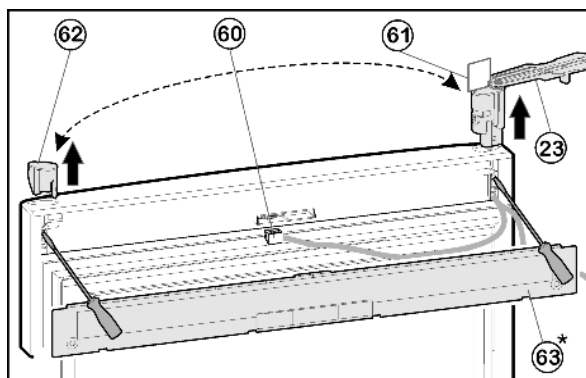

Fig. 11
- ▶ Afdekking *Fig. 11 (63)* aan de deur met schroevendraaier uit laten klikken.
- ▶ Stekker *Fig. 11 (60)* uittrekken.
- ▶ Aan de bovenste deur lagerbus *Fig. 11 (23)* naar buiten draaien, evenwijdig met de rand van de deur.
- ▶ Lagerbus *Fig. 11 (23)* met behulp van een schroevendraaier van beneden uitschuiven en compleet met de kabel uit de deur verwijderen.
- ▶ Stoppen *Fig. 11 (62)* met een schroevendraaier langs onderen uitschuiven en op de andere kant omzetten.
- ▶ Het snoer van de lagerbus *Fig. 11 (23)* op de andere kant inrijgen en de lagerbus plaatsen.
- ▶ Sjablonen *Fig. 11 (61)* afnemen en in de lagerbus bevestigen.
- ▶ Stekker *Fig. 11 (60)* insteken.
- ▶ Afdekking *Fig. 11 (63)* aan de deur vastklikken.